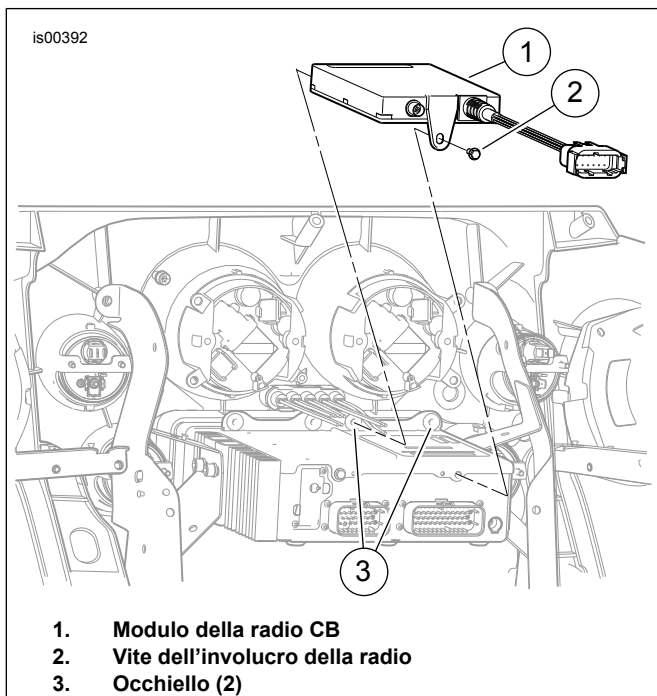

Figura 1. Installazione del modulo della radio CB
3. Vedere Figura 1. Individuare il modulo della radio CB (1) sulla parte superiore dell'involucro della radio AM-FM:
- a. Togliere la vite (2) dalla parte posteriore della radio.
- b. Collocare il modulo della radio CB sopra la radio AM-FM, con i coni di metallo che si trovano su un'estremità del modulo saldamente inseriti negli occhielli in gomma più a destra (3) sulla parte anteriore della radio.
- c. Serrare il modulo alla radio con la vite dell'involucro (2). Serrare ad una coppia di 4,0-5,1 N·m (35-45 in·lb).